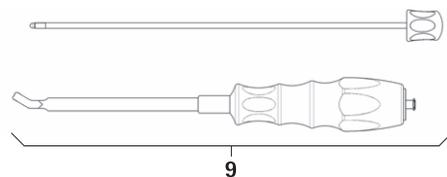

Fig. 5
- Desmontar el instrumento de inserción de varilla 9, ver Fig. 5: desenroscar la parte interior.